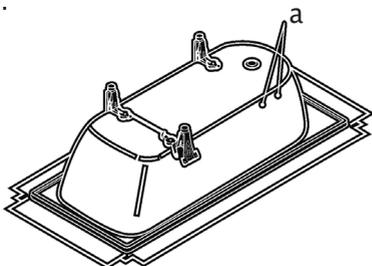
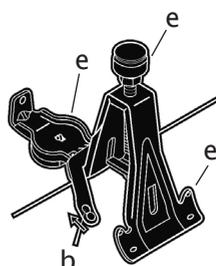

Рис. 1
Рис. 2
2. В стыковочные штыри «а» (рис. 1) пристыкуйте отверстия лепестков ножек «в» (рис.2). Перед установкой ножек прикрепите к ним со стороны дна ванны защитные пластмассовые вставки, а также регулировочные болты с гайками и пластмассовой защитой пола из установочного комплекта «е» (рис.2).